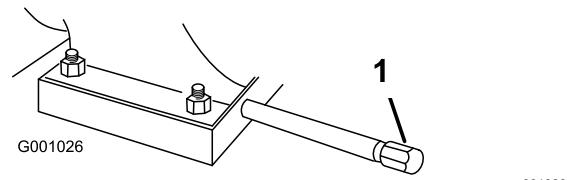

Figura 40
2. Pulite l'area attorno al tappo di spurgo dell'olio (Figura 40).